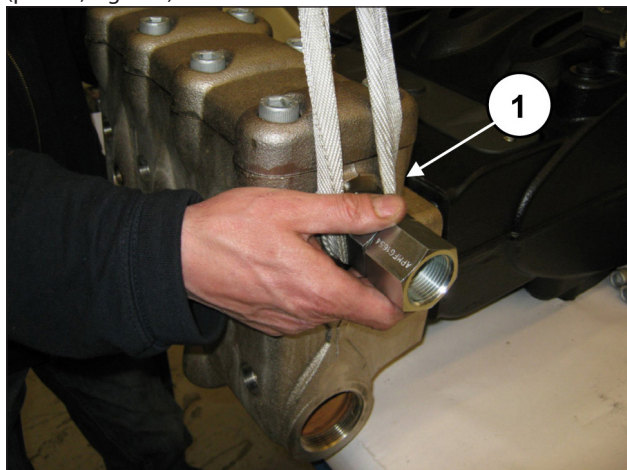
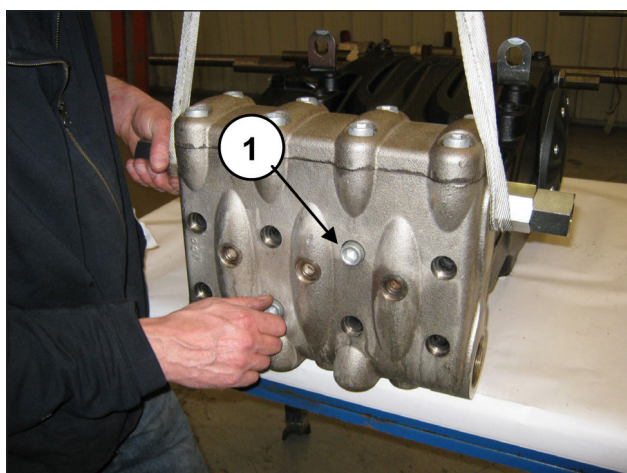

Fig. 129
Fig. 130
Montare la testata sul carter pompa (pos. ①, Fig. 129) facendo attenzione a non urtare i pistoni ed avvitare le 8 viti M16x180 (pos. ①, Fig. 130).